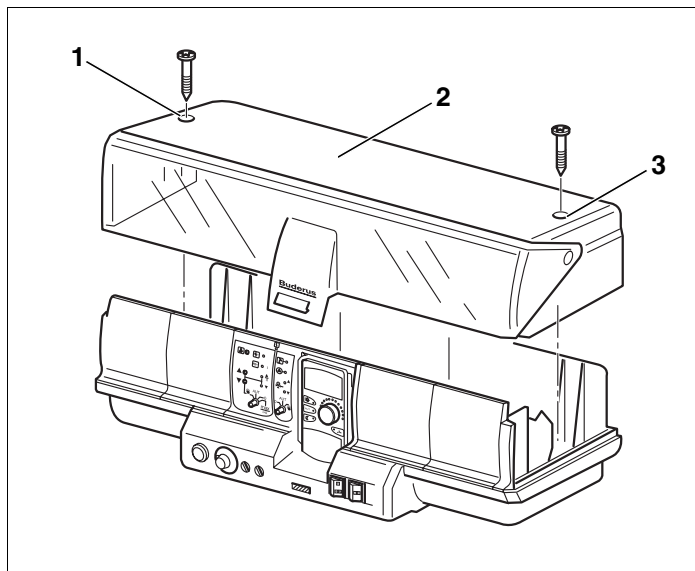

Bild 19 Abdeckungen entfernen
- Die beiden Schrauben (→ Bild 19, [1] und [3]) an der Oberseite des Gerätes lösen.
- Klemmabdeckhaube (→ Bild 19, [2]) abheben.